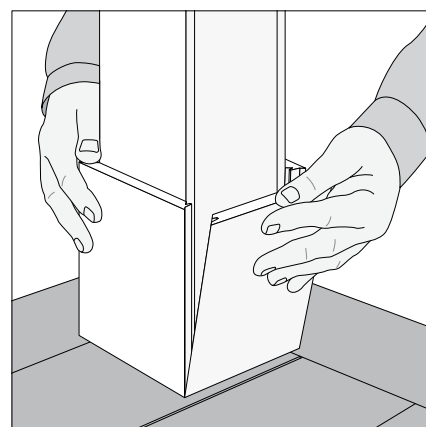

Fig. 5b
- Aplique una pequeña cantidad de adhesivo PCV celular Kleer (toma de 4 a 7 minutos de trabajo) en la superficie exterior de cada una de las lengüetas de las piezas masculinas restantes. Deslice las lengüetas en la parte masculina dentro de las ranuras de las dos partes femeninas para completar el ensamblaje (**Fig. 5b**).